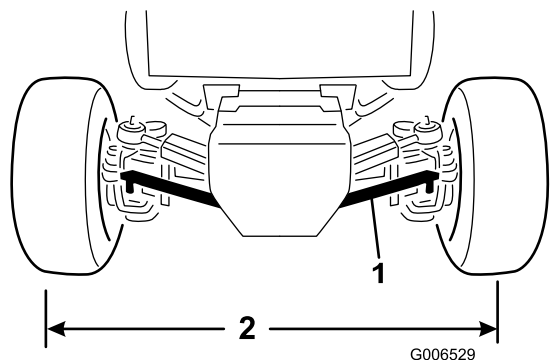

Bild 63
1. Entfernen Sie die Splinte und Kronenmuttern ab, mit denen das Kugelgelenk der Spurstange an der Befestigungshalterung an der Achse befestigt ist. Entfernen Sie das Kugellager von der Achse (Bild 63).
3. Drehen Sie das Kugelgelenk der Spurstange, bis der Abstand von Mitte zu Mitte an der Vorder- und der Rückseite der Hinterräder gleich ist (Bild 63).